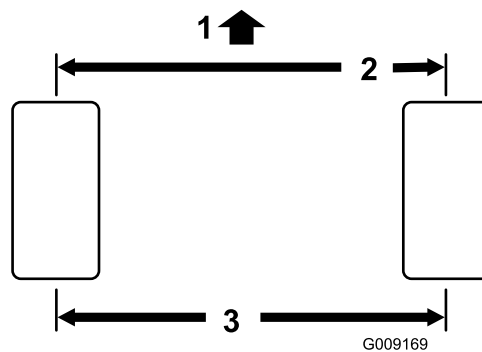

Figura 56
2. Meça a distância de centro a centro (à altura do eixo) na zona dianteira e traseira dos pneus da direção (Figura 56).